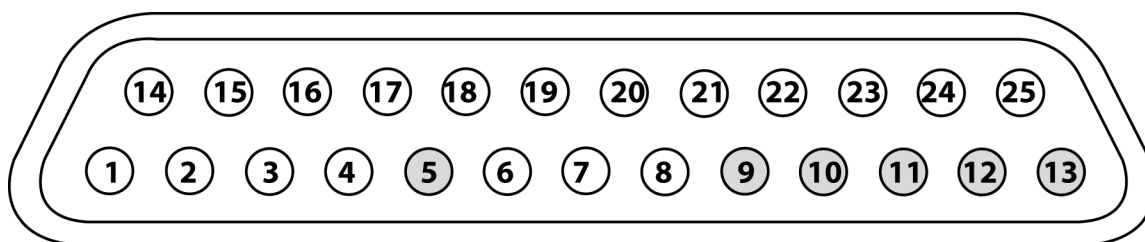

Figura 2-34: Pinos de aterramento analógico
- Conecte um aterramento analógico no Ventilador 1 ao aterramento analógico no ventilador 2 (Consulte a Figura 2-34).